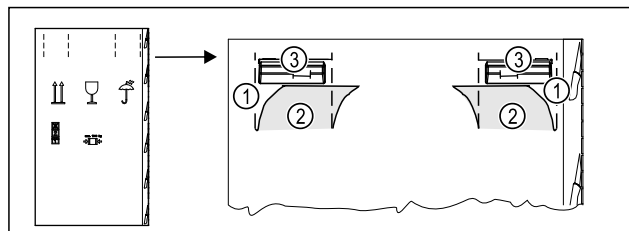

Fig. 3
- ▶ Verpackungskarton oben an der Perforierung Fig. 3 (1) eindrücken.
- ▶ Eingedrückte Laschen Fig. 3 (2) herausziehen.
- ▶ Tragegriff Fig. 3 (3) rechts und links ist sichtbar.
- ▶ Gerät an den Tragegriffen Fig. 3 (3) halten.
- ▶ Eingedrückte Laschen (2) herausziehen.